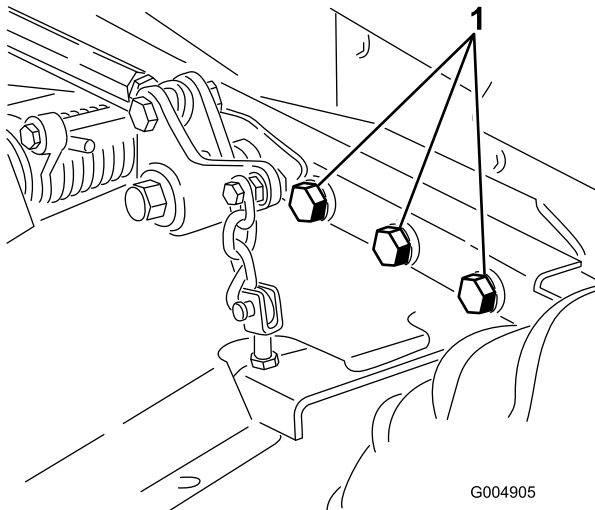

Bild 77
4. Prüfen Sie auf lockere Befestigungsteile und ziehen diese bei Bedarf fest. Ziehen Sie besonders die sechs Schrauben auf 359 Nm an, mit denen der Mähwerkrahmen an der Zugmaschine befestigt ist (Bild 77).